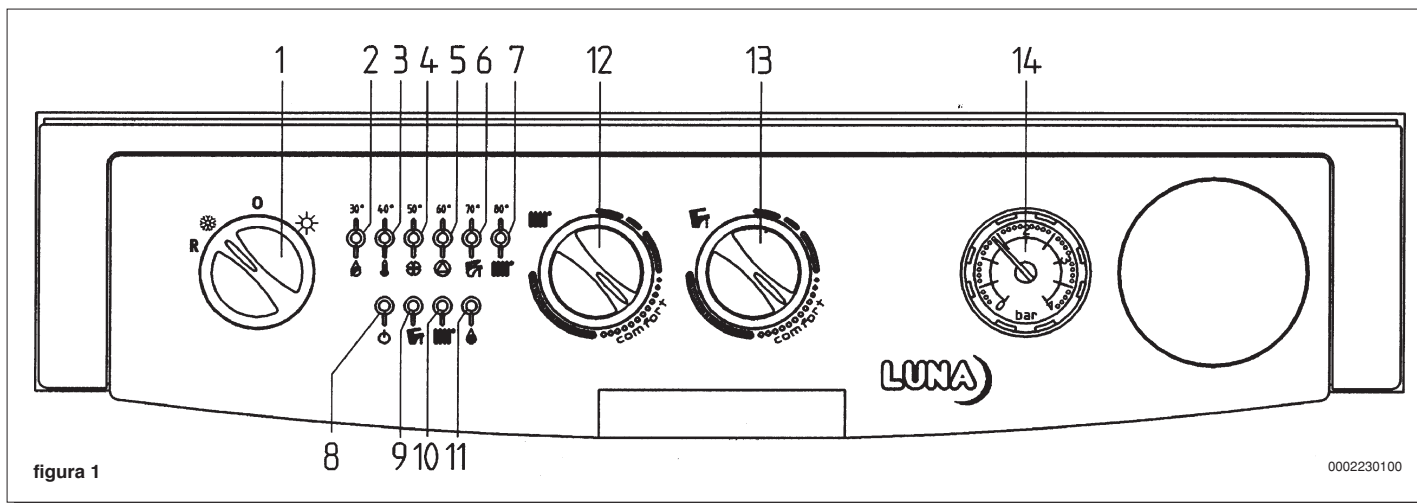

figura 1
Importante: Per abilitare le funzioni del telecomando è necessario che il selettore (1) di figura 4 non sia in posizione 0. Le spie di funzionamento caldaia (10 e 9 figura 4) lampeggeranno in caso di richiesta calore rispettivamente in riscaldamento o sanitario. I dispositivi per la regolazione delle temperature (12 e 13 di figura 1) non sono abilitati. In caso di contemporanea presenza di telecomando ed impianto a zone è necessario che il selettore (1) sia posizionato in INVERNO (❄️).